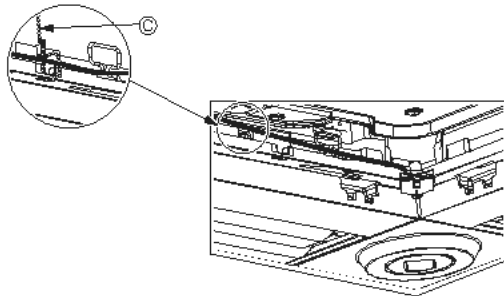

Fig. 10-12
- Şemada gösterildiği gibi i-See sensör ve sinyal alıcı kablolarını, kabloları gevşeklik olmayacak şekilde tespit malzemesi ile tespit edin ve daha sonra tespit malzemesinin fazla kısmını kesin. (Fig. 10-12)
- Eğer i-See sensör konumu "o" konumundan (E) "a" konumuna (F) değiştirilmişse, anahtar ayarlarını değiştirin. (Sayfa 214'ye bakın.)